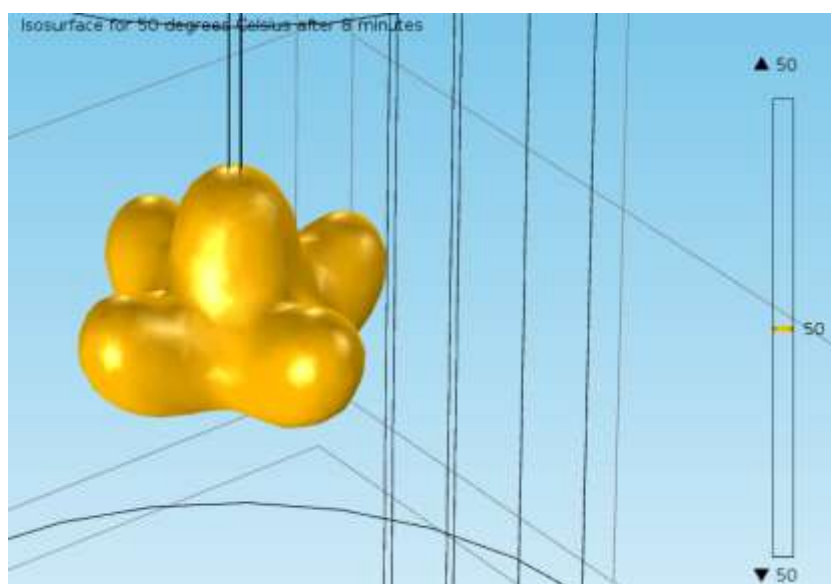

Рис. 13.11. Изотермические контуры после 8 минут протекания тока
Третий график (рис. 13.11) показывает изотермические контуры линии равной температуры в установившееся время. Чтобы воспроизвести рис. 13.11, измените эту группу графика следующим образом:
6. В области **Title**, введите "Поверхность равной температуры 50°C после 8 минут" (рис. 13.11).